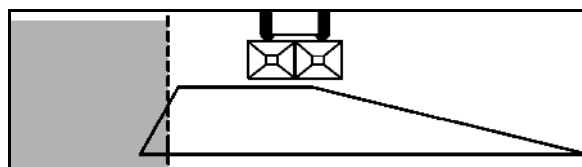

Bild 72
1. Lossa spännspaken (Bild 72/1).